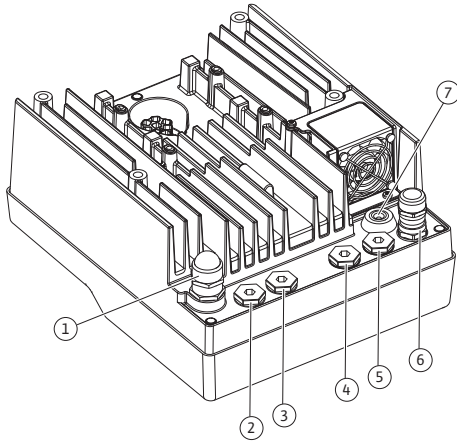
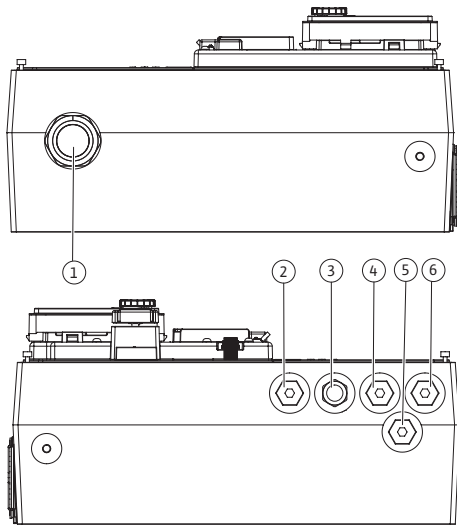

Fig. 21: Kaapelin holkkitiivisteet / kaapeliläpiviennit (0,37 kW...7,5 kW)
Fig. 22: Kaapelin holkkitiivisteet / kaapeliläpiviennit (11 kW...22 kW)
Elektroniikkamoduulissa (Fig. 21) on kuusi kaapeliläpivienniä liitäntätilaan. Elektroniikkamoduulissa olevan sähkökäyttöisen tuulettimen virtalähteeseen menevä kaapeli on asennettu tehtaalla.
Elektroniikkamoduulissa (Fig. 22) on yhdellä sivulla viisi kaapeliläpivienniä liitäntätilaan. Toisella sivulla on kaapeliläpivienni virtalähdettä varten. Elektroniikkamoduulin sähkökäyttöisen tuulettimen virtalähde on sisäpuolella, ja se on asennettu tehtaalla.
Kaapeliholkit tiivisteineen kaapeliläpiviennille 2...5 (Fig. 21 ja Fig. 22) toimitetaan tuotteen mukana sarjana.
4. Vie liitäntäkaapeli holkkitiivisteeseen M25 läpi (Fig. 21, pos. 1, 0,37 kW...7,5 kW). Vie liitäntäkaapeli holkkitiivisteeseen M40 (Fig. 22, pos. 4, 11 kW...22 kW) läpi. Kiristä holkkitiiviste ilmoitetuilla vääntömomenteilla.